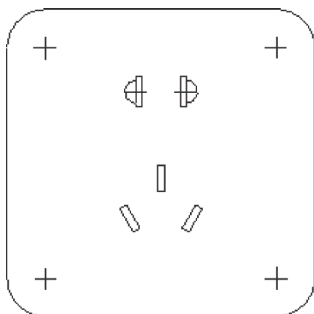

图 2-21 打开模型文件
STEP 01 单击快速访问工具栏中的“打开”按钮 ，打开模型文件，如图 2-21 所示。